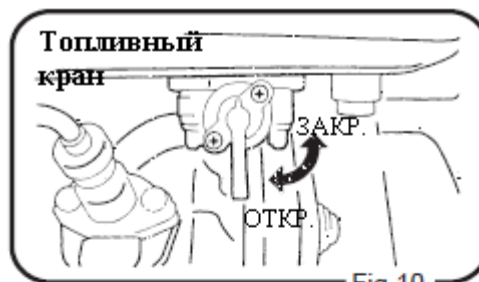

Fig.10
1. Откройте топливный кран (рис. 10).